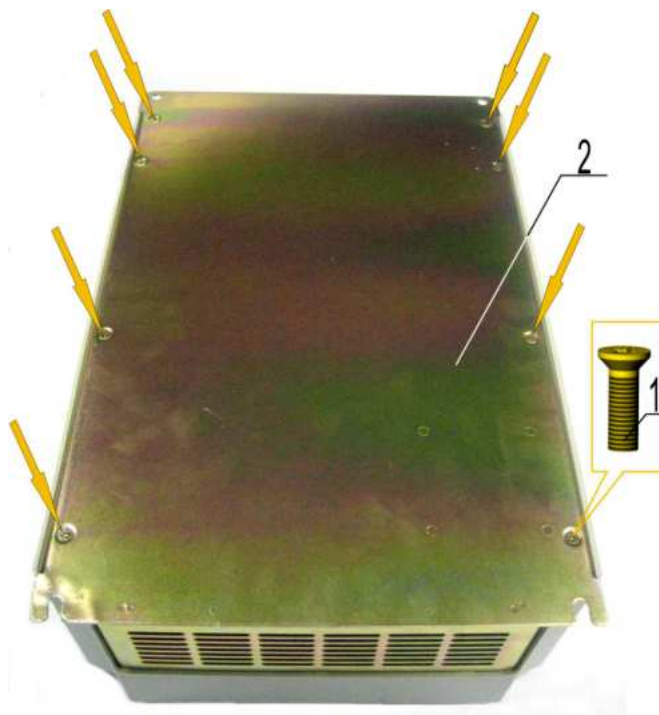

Рис. 6.22
6.15.1. Перевернуть корпус основанием вверх (рис. 6.22)